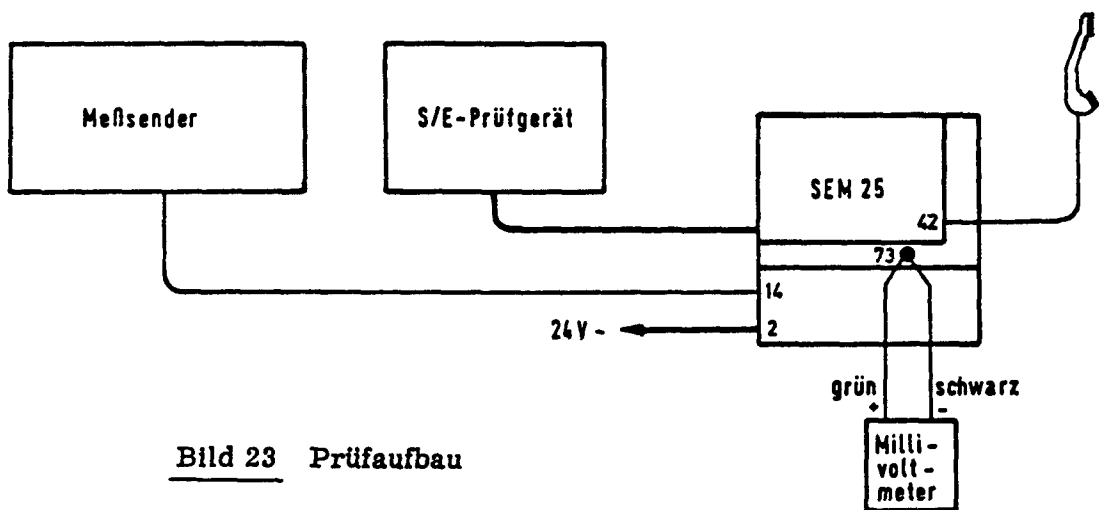

Bild 23 Prüfaufbau
4.3.6. Überprüfen der Rauschsperrre mit Meßsender (Bild 23)